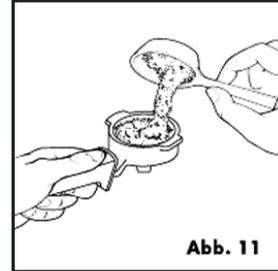

Abb. 11
2. Zur Zubereitung von nur einem Espresso, füllen Sie das 1-Tasse-Sieb (das kleinere der beiden mitgelieferten Sieben) mit einem gestrichenen Messlöffel Kaffeepulver, d.h. etwa 7g (Abb. 11). Wenn Sie hingegen zwei Espresso zubereiten möchten, verwenden Sie das größere 2-Tassen-Sieb und füllen sie es mit knapp zwei Messlöffeln Kaffeepulver (etwa 7+7 g). Füllen Sie in das Sieb jeweils nur kleine Mengen, um zu vermeiden, dass zu viel Kaffeepulver eingefüllt wird und wieder herausfällt.